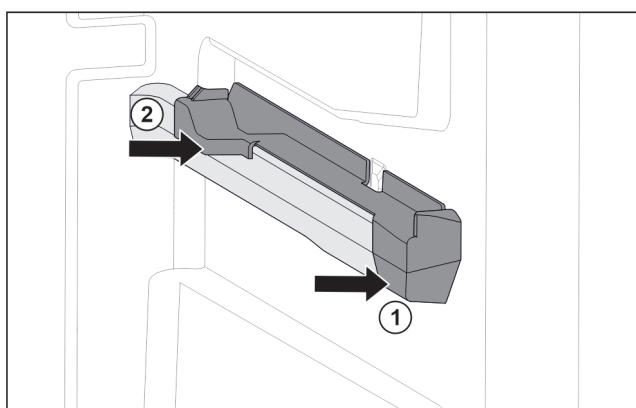

Fig. 124 Вставная часть на правом контейнерном ребре
- Наденьте вставную часть спереди на контейнерное ребро. Fig. 124 (1)
- Нажмите на вставную часть сзади. Fig. 124 (2)